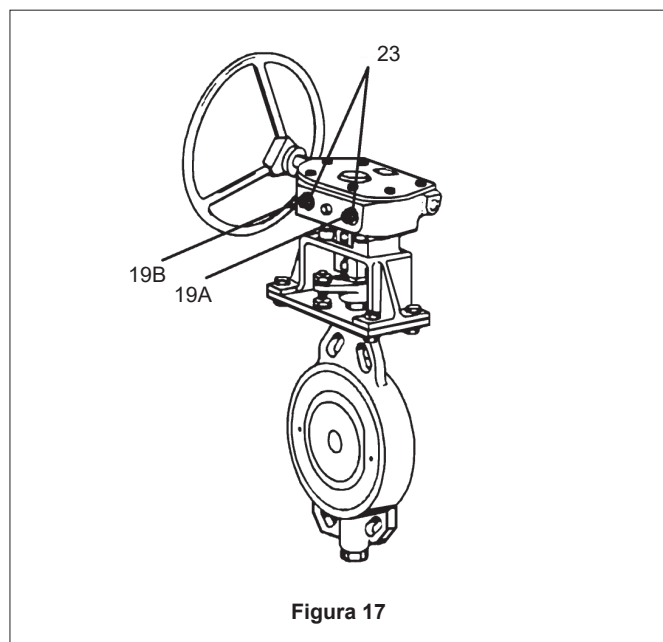

Figura 17
7.6 AJUSTE DE LOS TOPES EN EL ACTUADOR DE ENGRANAJE MANUAL (FIGURA 17)
- Afije las tuercas de inmovilización (23) que bloquean los tornillos de tope (19). Haga retroceder el tornillo de tope en posición de cierre (19A) lo suficiente para que el actuador mueva el disco hasta que toque el inserto.